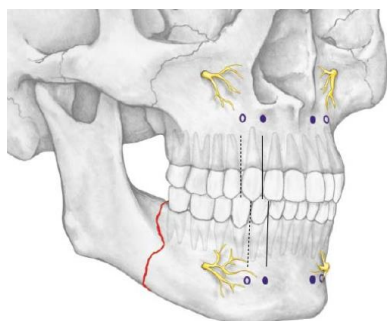

Figura 2
2) Determinação do número e da posição dos parafusos A determinação do número e da posição dos parafusos IMF, dependem do tipo de fratura e de sua localização (figura 2).